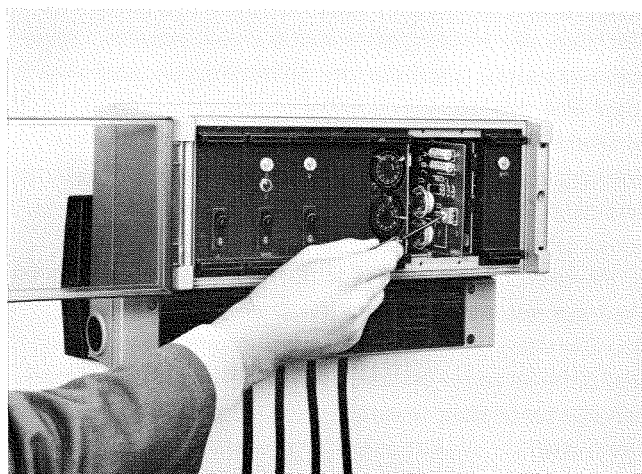

Abb. 12 Einstellen des Bivalenzpunktes
3. Gewünschten Bivalenzpunkt mit einem Schraubenzieher an dem mit einer Skala versehenen Stellpotentiometer einstellen (Abb. 12).